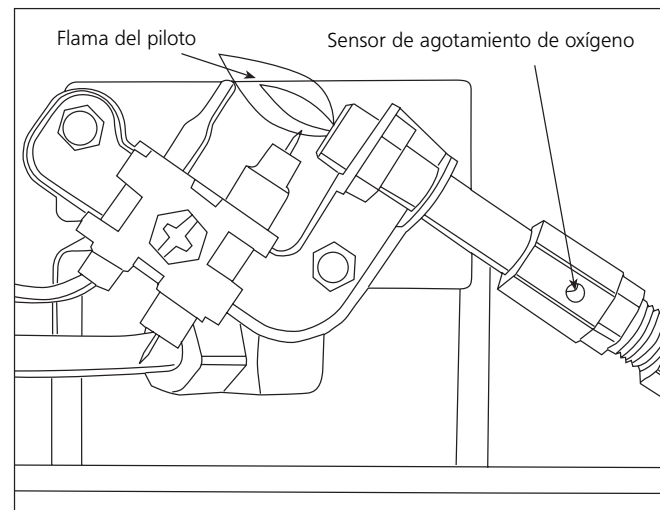

Figura 3
termocupla. La llama rodeará la termocupla justo debajo de la punta, ver Figura 3. Una llama levemente amarilla puede ocurrir cuando la llama del piloto y la llama del quemador principal se encuentran. El o los quemadores deberían ser anaranjados brillantes (con un leve color azul alrededor del borde y una bruma roja-anaranjada visible en el azulejo de cerámica es aceptable) y sin una llama muy notable. Una llama azul que sobresale de la parte superior del azulejo de cerámica indica la acumulación de polvo, pelusas o telarañas dentro del ensamble de la carcasa y del quemador principal. Si el piloto es amarillo o el quemador tiene una llama notable, es posible que sea necesaria una limpieza. Utilice los siguientes procedimientos para inspeccionar el ensamble de la carcasa y del quemador principal. Es necesario revisar periódicamente el orificio del o los quemadores y el tubo venturi del quemador para asegurarse de que están libres de insectos, nidos o telarañas que pueden acumularse con el tiempo. Un tubo obstruido puede generar un incendio.
- 4 Retire los cuatro (4) tornillos que fijan la cubierta posterior del calentador. Levante levemente para retirar los (2) ganchos plásticos en la parte superior de la cubierta posterior.
- 6 Retire los tres (3) tornillos que fijan la parte inferior de la campana extractora para dejar expuestas las aberturas de aire de los quemadores.
- 9 Inspeccione y limpie el piloto (montado en el soporte) con una aspiradora o con aire a presión a través de los orificios en el piloto, los cuales se indican con flechas en la Figura 3.